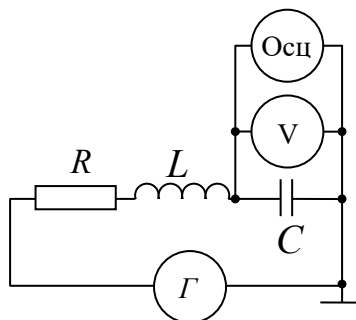

Рис.1. Измерительная схема
Электрическая схема установки показана на рис.1. Переменное напряжение частотой $\nu = (0.1 \dots 20)$ кГц подается с выхода генератора «Г» на последовательно включенные конденсатор C , катушку L и резистор переменного сопротивления R . Эффективное значение $U_C = U_m / \sqrt{2}$ напряжения на конденсаторе измеряется вольтметром «V», а зависимость напряжения на конденсаторе от времени $u_C(t) = U_m \cos(\omega t)$ контролируется осциллографом.
2. Зарисуйте в тетради электрическую схему установки (рис.1).